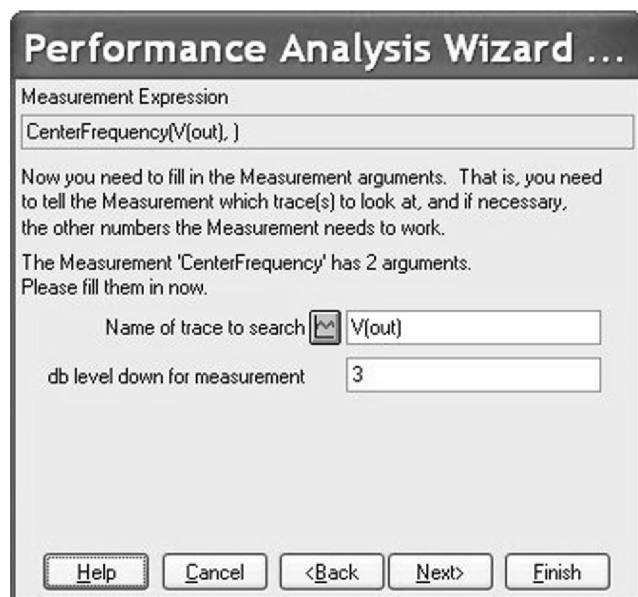

图 10.13 设置 **V(out)** 为输出变量，下降值为 -3dB
3. 在如图 10.13 所示的 **Measurement Expression** 测量函数表达式窗口中，输入需要查询的波形名称 **V(out)**。在 **db level down for measurement** 中输入 3。上述设置将对滤波器中心频率两边下降 3dB 的频率点进行测量，该测量以标称值（无元件容差）运行时的最大输出值点频率为中心频率。然后在 **Performance Analysis Wizard** 性能分析向导中单击 **Next** 进行下一步设置。